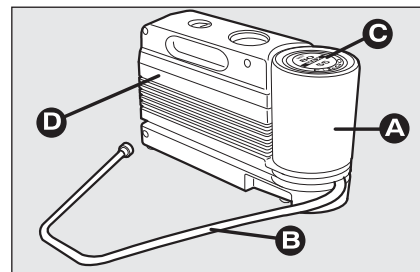

fig. 1
Il kit **fig. 1** comprende:
- un compressore **D-fig. 1** completo di manometro e raccordi, reperibile nel vano;